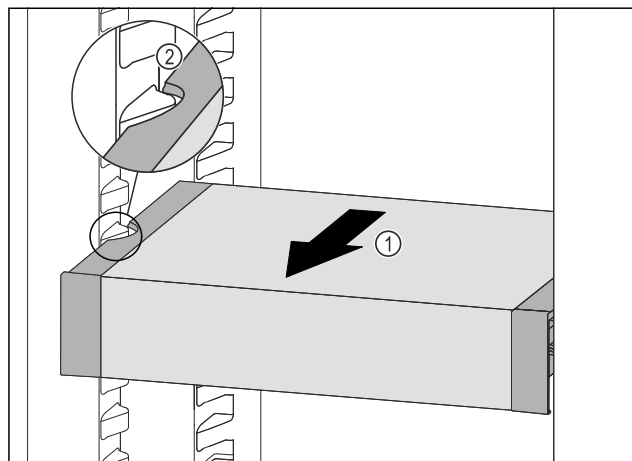

Fig. 40
- ▶ Tirer le VarioSafe vers l'avant Fig. 40 (1) jusqu'à ce que les encoches latérales du VarioSafe se trouvent au niveau de la nervure du bac dans la partie réfrigérateur. Fig. 40 (2)